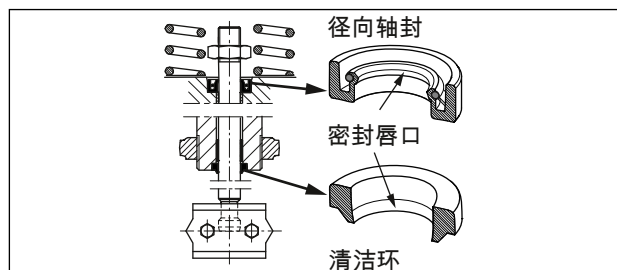

图 17: 对齐径向轴封与清洁环
6. 使用合适的工具安装径向轴封。确保径向轴封正确对齐 (请参见图 17)。
7. 使用合适的工具安装径向轴封。确保径向轴封正确对齐 (请参见图 17)。